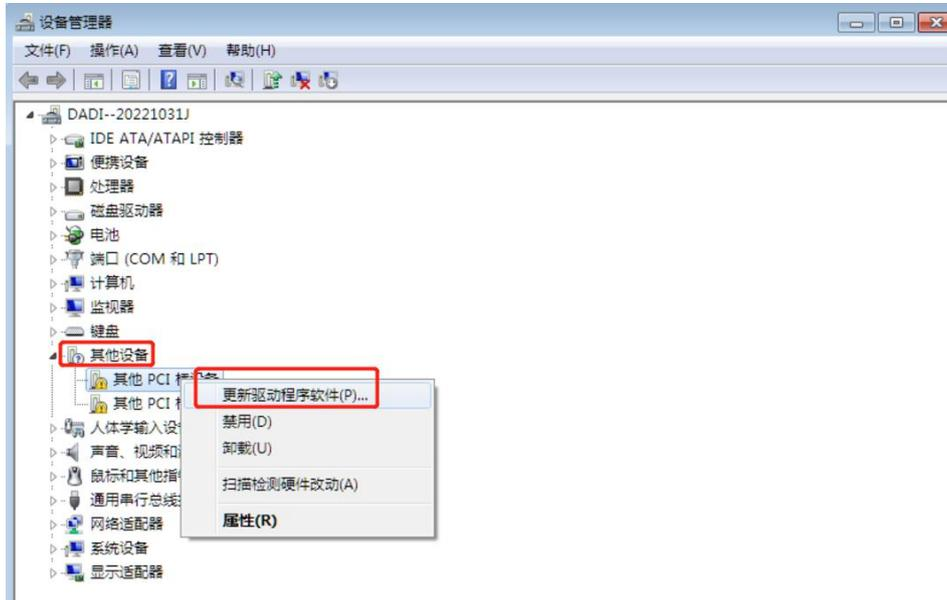

图 2.2.1 驱动程序安装步骤 1
- (1) 连接好硬件，上电开启电脑，打开设备管理器，在“其他设备”中找到带问号的“其他 PCI 桥设备”如图2.2.1所示：